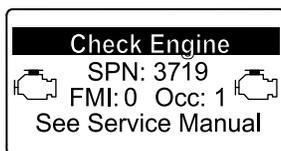

Рисунок 54
- Если потребуется восстановительная регенерация, инфо-центр отобразит предупреждение по двигателю SPN 3719, FMI 16 (Рисунок 54) и компьютер двигателя снизит его мощность до 85%.